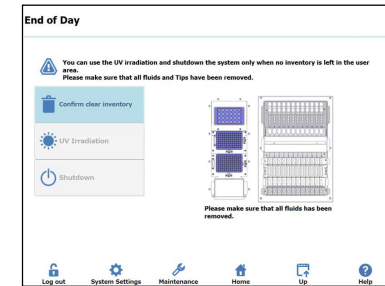

Figure 17 : Écran « End of Day » (Fin de journée)
24. Dans l'écran « Home » (Accueil), sélectionner « End of Day » (Fin de journée). L'écran suivant s'affiche (Figure 17).